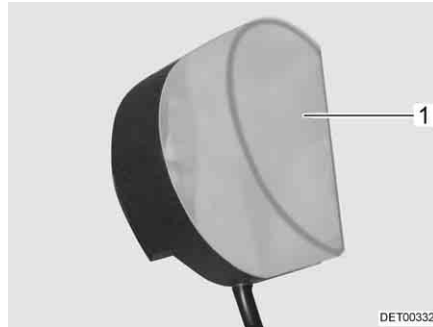

Fig. 206 Luci armadi guardaroba
- Comprimere leggermente e rimuovere la copertura della lampada (Fig. 206,1).